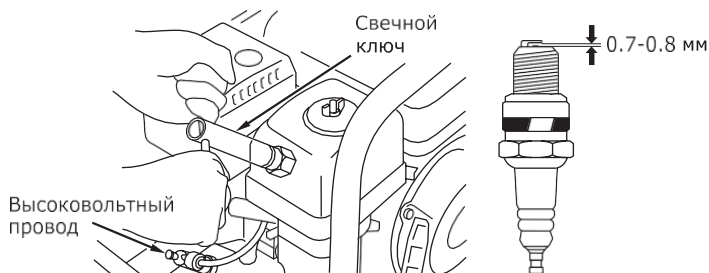

Рис. 18
- Выверните свечным шестигранным ключом (входит в комплект поставки) и осмотрите свечу (рис. 18). Юбка свечи (между керамической частью и металлической частью) должна иметь желто-оранжевый цвет.
- Проверьте величину зазора между заземляющим и центральным электродами, используя специальный щуп. При необходимости установите зазор 0,7 – 0,8 мм (рис. 18).